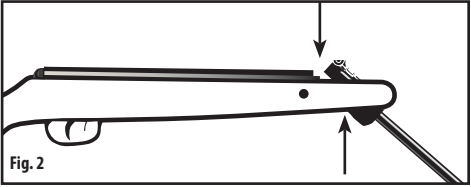

Fig. 2
PUNTOS DE PELLIZCO (Fig. 2)
- 7. Tenga cuidado de no pellizcarse la mano o los dedos en el área de la bisagra del rifle de aire (Fig. 2).